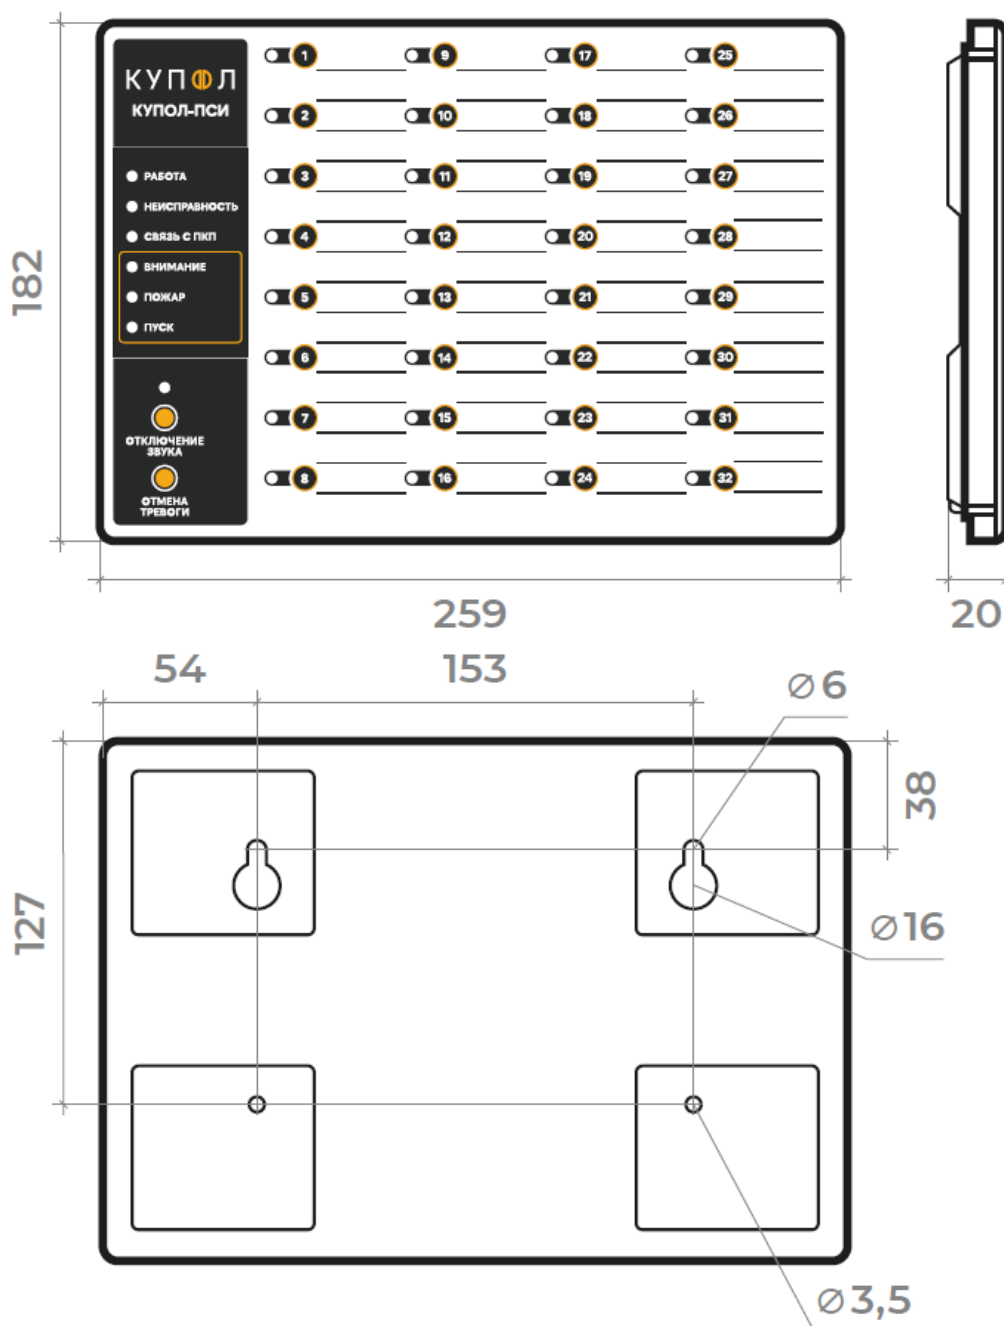

Рис.2. Габаритные и установочные размеры ПСИ
6.1.1. ПСИ состоит из корпуса с открывающейся передней панелью и платы индикации. Габаритные и установочные размеры ПСИ показаны на рис.2.
6.2.3. Проложить провода согласно проекту. Установить ПСИ, руководствуясь установочными размерами рис.2.